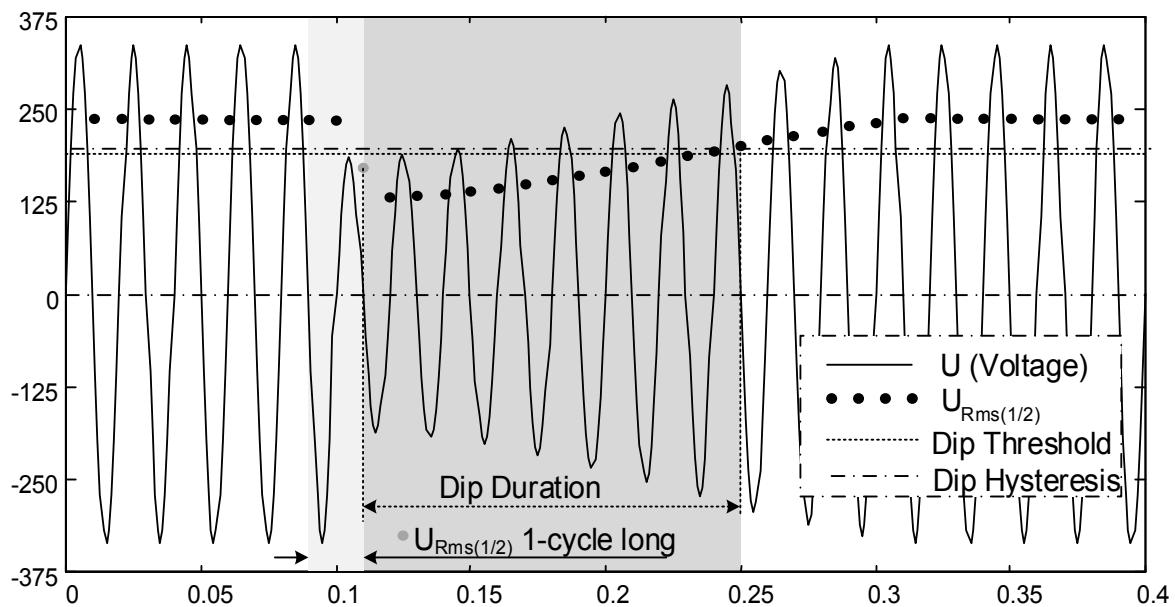
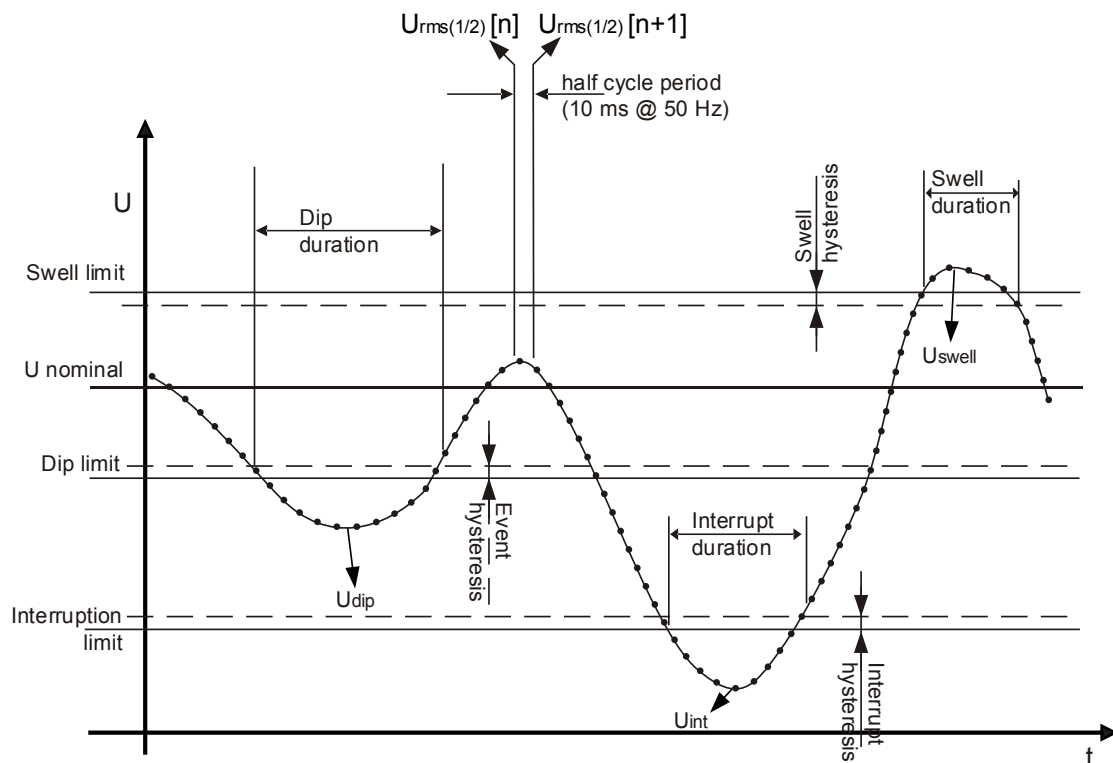

Abbildung 5.9: $U_{Rms(1/2)}$ 1-Zyklus Messung
Abbildung 5.10: Definition der Spannungsereignisse
- Auf Einphasensystemen (Anschlussart: 1W), ein Spannungseinbruch, wenn die Spannung $U_{Rms(1/2)}$ unter den Schwellenwert für den Spannungseinbruch fällt und endet, wenn die $U_{Rms(1/2)}$ -Spannung gleich oder größer als der Schwellenwert für den Spannungseinbruch plus der Hysterese Spannung ist (siehe Abbildung 5.10: und Abbildung 5.9).
- Auf Einphasensystemen (Anschlussart: 1W), ein Spannungsüberhöhung beginnt, wenn die Spannung $U_{Rms(1/2)}$ über den Schwellenwert für die Spannungsüberhöhung steigt und endet, wenn die $U_{Rms(1/2)}$ -Spannung gleich oder unter den Schwellenwert für den Spannungserhöhung plus der Hysterese Spannung fällt (siehe Abbildung 5.10: und Abbildung 5.9).
- Bei Einphasensystemen (1W), beginnt eine Spannungsunterbrechung, wenn die Spannung $U_{Rms(1/2)}$ unter den Schwellenwert für die Spannungsunterbrechung fällt und endet, wenn die $U_{Rms(1/2)}$ -Spannung gleich oder größer als der Schwellenwert für die Spannungsunterbrechung plus der Hysterese Spannung ist (siehe *Abbildung 5.10: und Abbildung 5.9*).